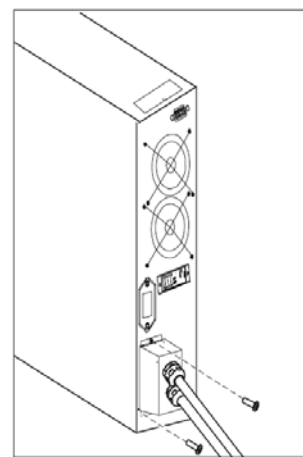

图 7
8. 用第 2 拆下的两颗螺丝固定 UPS 接线板；见图 7。